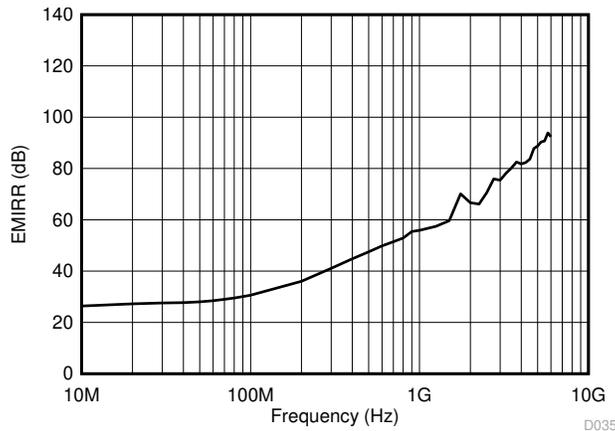

图 8-1. EMIRR 测试
TLV900x 采用集成电磁干扰 (EMI) 滤波来减少无线通信设备、混合使用模拟信号链和数字元件的高密度电路板等干扰源产生的 EMI 效应。通过电路设计技术可改进 EMI 抗扰度；TLV900x 受益于这些设计改进措施。德州仪器 (TI) 已经开发出在 10MHz 至 6GHz 宽频谱范围内准确测量和量化运算放大器抗扰度的功能。图 8-1 展示了对 TLV900x 执行此测试的结果。表 8-1 展示了 TLV900x 在实际应用中常见特定频率下的 EMIRR IN+ 值。运算放大器的 EMI 抑制比应用报告包含了与运算放大器相关的 EMIRR 性能主题，该报告可在 [www.ti.com](http://www.ti.com) 上下载。